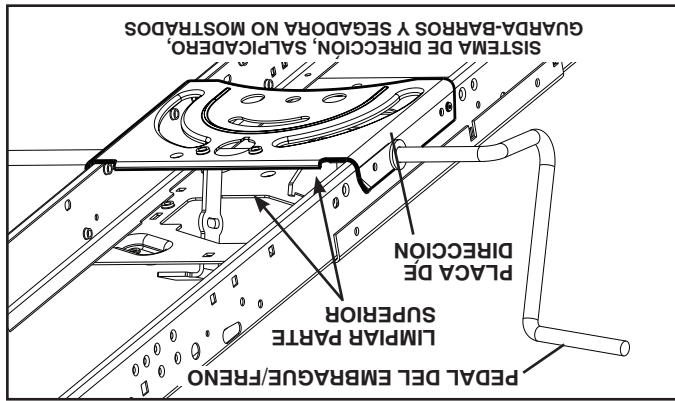

Fig. 20
- Limpie los desechos de la placa guía. Los desechos pueden limitar el movimiento del eje del pedal del freno/embrague, lo que hará que patine la correa y que se pierda la tracción (Vea Fig. 20).